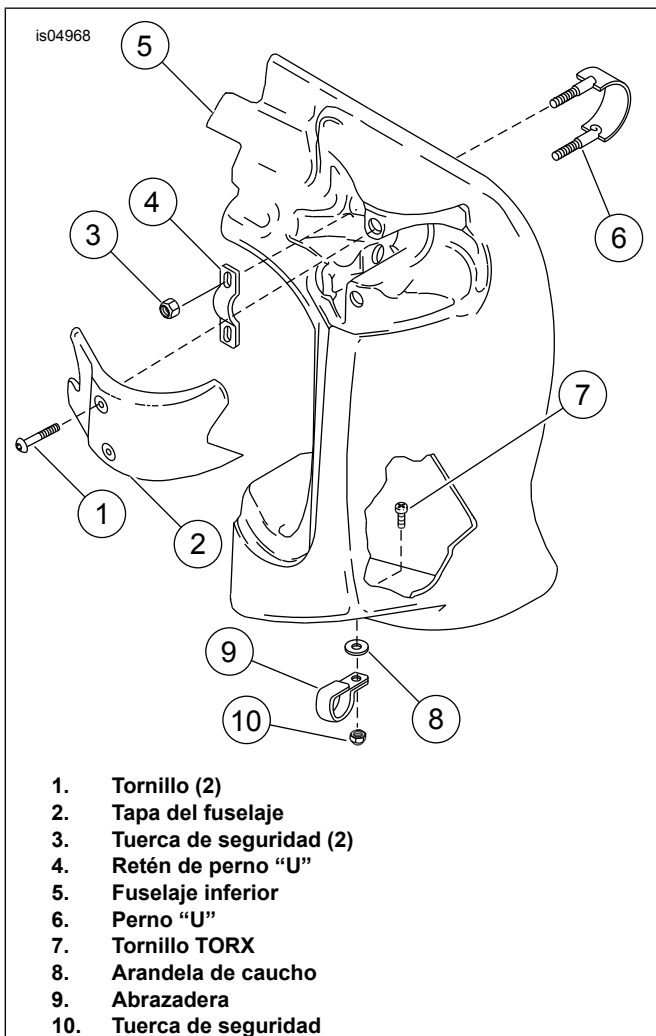

Figura 1. Fuselaje inferior accesorio FLHR/I o FLHT/C/I
1. Vea Figura 1. Extraiga los dos tornillos (1) que sujetan la tapa del fuselaje (2) al fuselaje inferior (5). Extraiga la tapa. Ponga las piezas a un lado para instalarlas.
2. Extraiga el tornillo (7), la arandela de caucho (8), la tuerca de seguridad (10) y la abrazadera (9) que sujeta la parte inferior del fuselaje inferior al protector del motor y póngalos a un lado.
3. Quite las dos tuercas de seguridad (3), el perno "U" (6) y el retén del perno "U" (4).
2. Vea la Figura 1. Instale el fuselaje inferior en la parte superior del nuevo protector del motor con el perno "U" (6) desde la parte trasera, a través de los agujeros en la parte superior del fuselaje. Instale el retén (4) en su posición en el perno "U" y asegúrelo en el protector del motor con las dos tuercas de seguridad (3). No apriete las tuercas de seguridad en este momento.
3. Sujete la parte inferior del fuselaje al protector del motor con la abrazadera (9) que se quitó anteriormente. Instale la abrazadera alrededor del protector del motor en el sentido que se muestra, con las lengüetas hacia la parte trasera del vehículo y la parte plana de la abrazadera contra el fuselaje inferior. Inserte el tornillo (7) a través del fuselaje inferior, la arandela de caucho (8) y la abrazadera (9). Asegure el conjunto con la tuerca de seguridad (10). Ajuste.
4. Apriete las tuercas de seguridad (3).